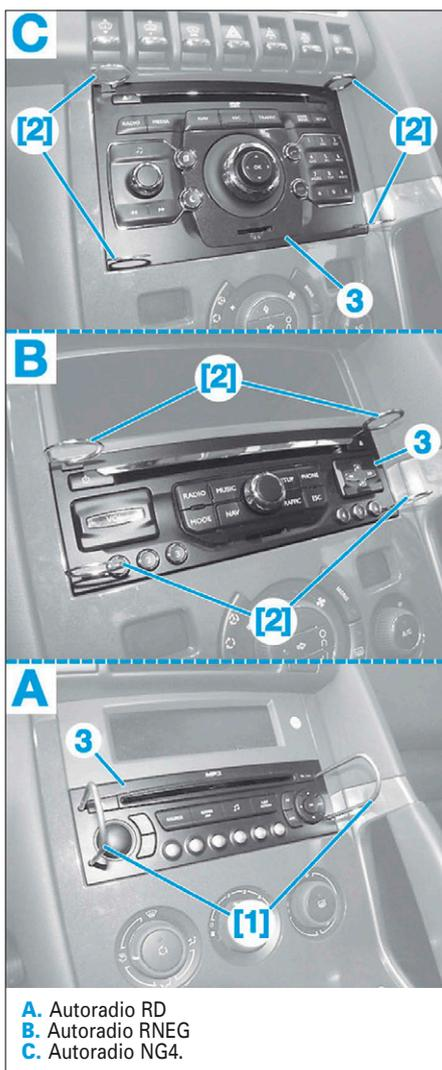

FIG. 29
- Déposer l'autoradio (3) avec l'outil [1] ou [2] (selon la version de l'autoradio (Fig.29)).